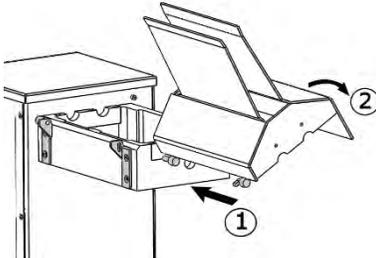

Fig 1D. Instalación de Tapa en soporte de cuchillas
2.- Empuje suavemente la tapa hacia la derecha hasta que topen los pernos en las bisagras. Gire la tapa hacia abajo y cerciórese que el broche de botón (5) asegure la tapa (Fig. 1D).